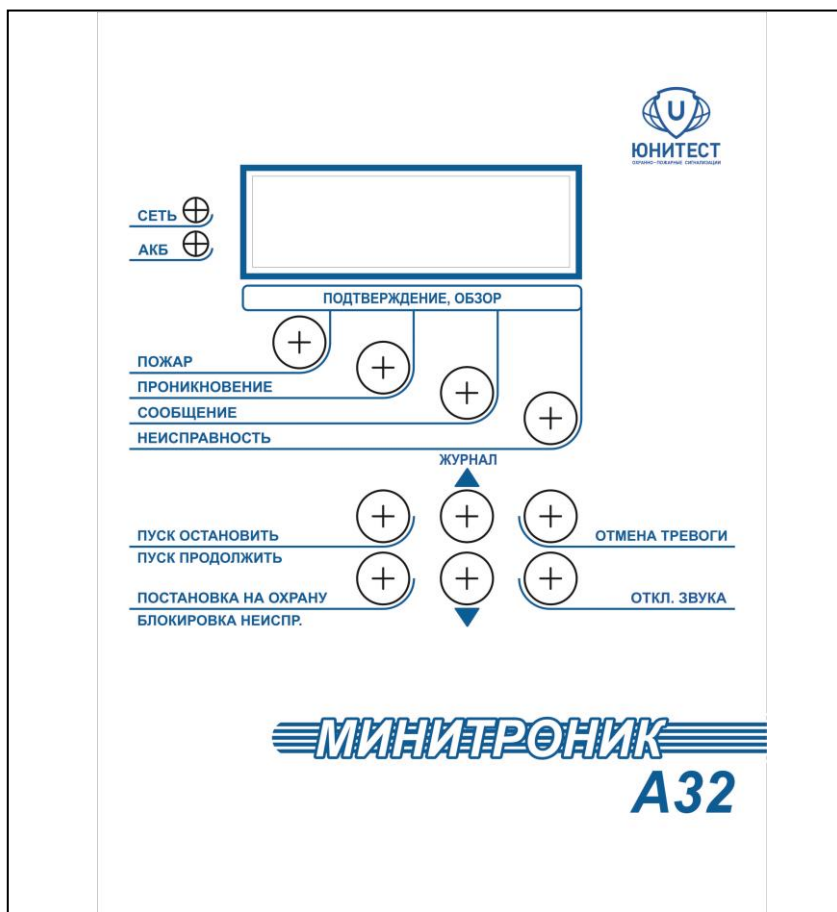

Рис.1. Внешний вид АПКП «Минитроник А32».
1.10. Внешний вид АПКП показан на рис.1.